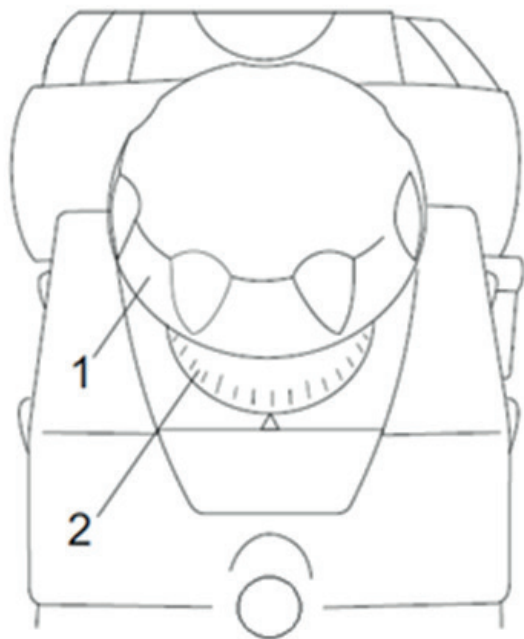

Рис.2
- Поворачивайте ручку регулятора глубины строгания (1) для выбора нужного значения глубины.
- Один оборот диска указателя (2) дает максимальную глубину строгания 3 мм.
- Одно деление диска соответствует изменению глубины на 0,1 мм.(Рис.2)